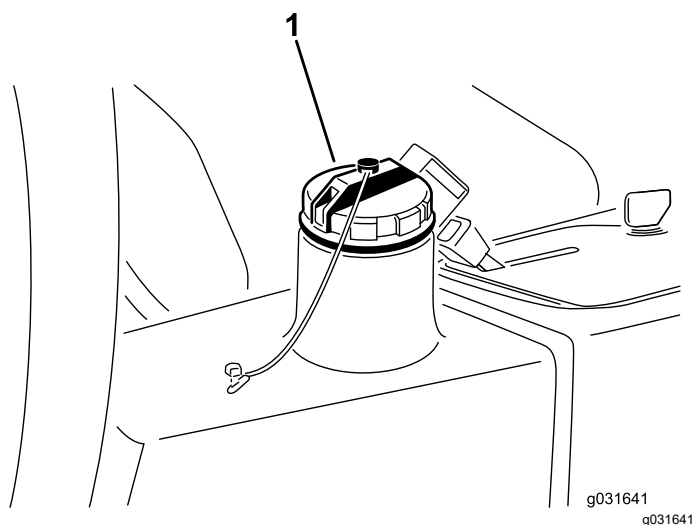

図 62
2. 油圧オイルタンクの注油口とキャップの周辺をきれいに拭く **図 62**。
3. オイルタンクのキャップを取る **図 62**。